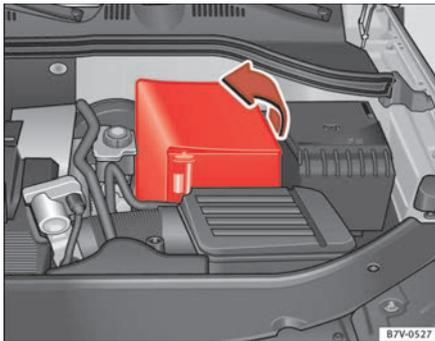

Abb. 181 Im Motorraum: Aufklappen der Manschette der Fahrzeugbatterie.
- *Bei einer Manschette:* Die Abdeckung zur Seite wegklappen ⇒ Abb. 181.